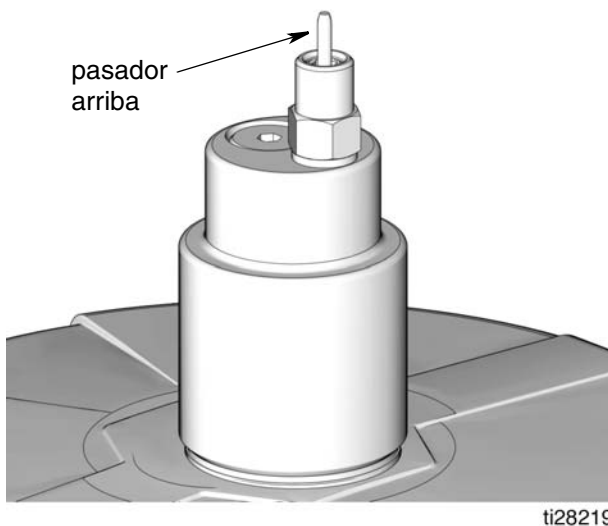

FIG. 12
3. Desmonte la cubierta de protección contra el polvo amarilla del acoplador de llenado (M).
4. Conecte la manguera de suministro (G) entre la bomba de la estación de llenado remoto (F) y el puerto del acoplador de llenado marcado con "I".
5. Arranque la bomba de la estación de llenado remoto (F).
6. Cuando se llene el depósito G3 (D):
- la bomba de la estación de llenado remoto (F) se bloquea (deja de aplicar presión),
- la clavija de corte de llenado automático (B) sube tal y como se muestra en la FIG. 12,
- el manómetro (R) aumenta hasta la presión establecida en la bomba de llenado.